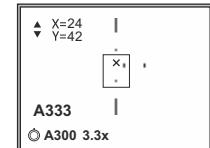

Рис.5
- Вращением энкодера передвигайте опорный крест относительно метки до тех пор, пока опорный крест не совместится с точкой попадания (см. рис. 5).
- Индикация используемой дистанции отображается на дисплее в строке статуса (например, A300 : профиль оружия A; дистанция пристрелки 300м) (рис.5)